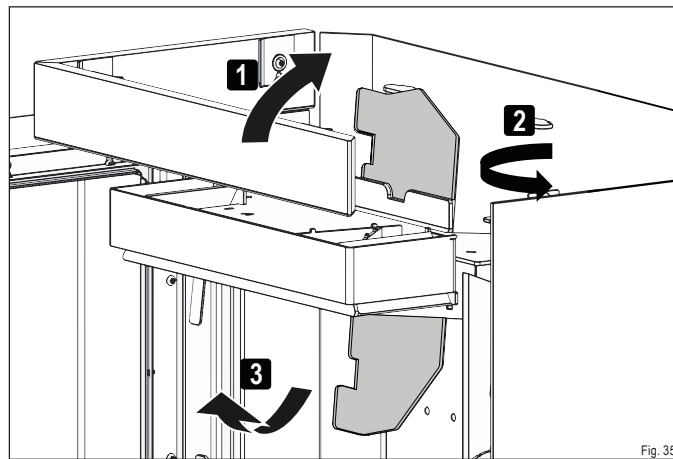

Fig. 35
- Sortez le déflecteur acier supérieur par le foyer (Fig. 35).